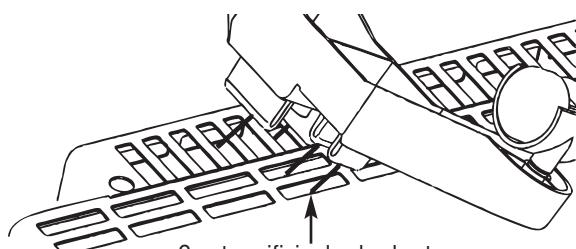

Figura 1
1. Si el calefactor se va a utilizar como unidad **portátil**, deben colocársele las patas de soporte. Retire las dos patas de la caja de accesorios. Coloque el calefactor en el piso e inserte las dos patas en los agujeros rectangulares de los lados izquierdo y derecho, cerca de los extremos del fondo del calefactor; asegúrese de colocar los 4 clips de cada pata en los agujeros (vea la Figura 1). Presione firmemente para que encajen bien en su posición (un destornillador plano pequeño puede ser necesario caber los clips). Despues de acomodar ambos lados coloque el calefactor en posición vertical sobre las ruedas, y póngalo en **FUNCIONAMIENTO**.